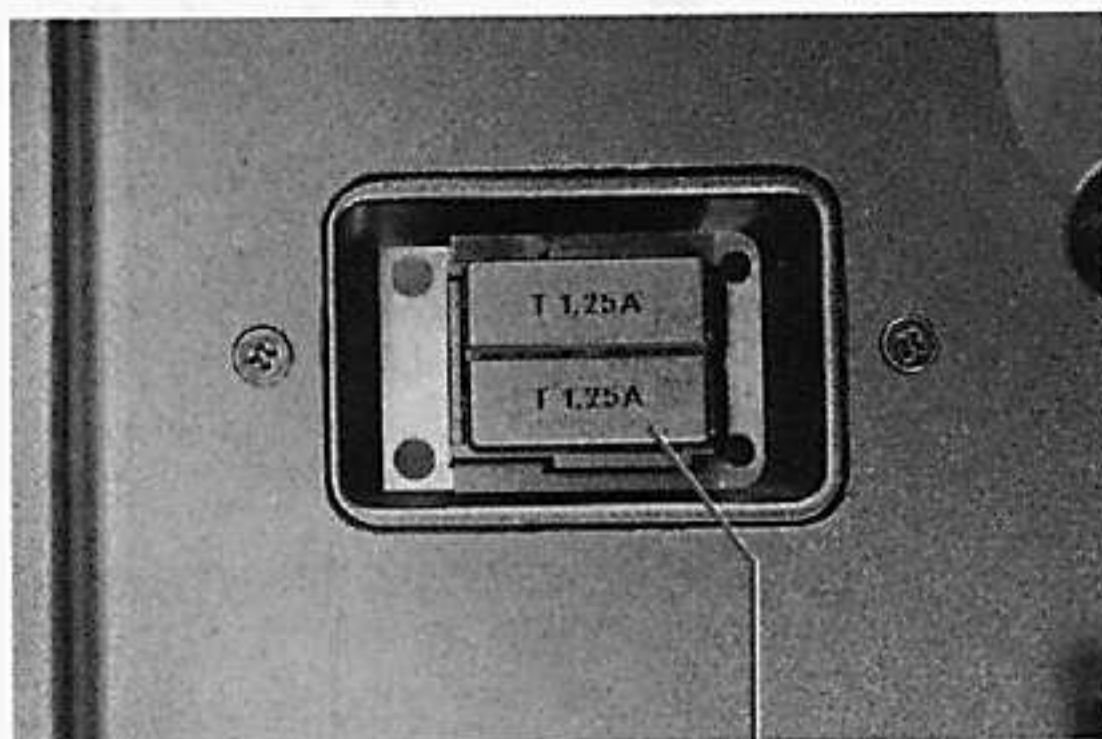

Bild 18 22
Zum Wechseln der defekten Sicherungen kann der Sicherungshalter (22) herausgezogen werden (Bild 18).
The fuse holder (22) can be pulled out to replace blown fuses (Fig. 18).
Pour remplacer les fusibles défectueux, retirer le porte-fusible (22) (figure 18).